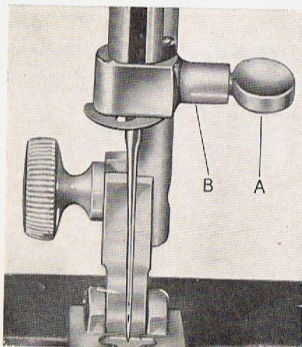

Abb. 3.
Die Nadelhalterschraube (A in Abb. 3) lösen. Die Nadel in den Nadelhalter (B) einsetzen und ganz nach oben schieben. Achten Sie darauf, dass die flache Seite der Nadel von Ihnen abgewendet ist! Dann Nadelhalterschraube fest anziehen und kontrollieren, ob die Nadel richtig eingesetzt ist. Die lange Rille über dem Ohr muss Ihnen zugewendet sein. Die Doppelnadel u. Drillingsnadel ist auf gleiche Weise einzusetzen.